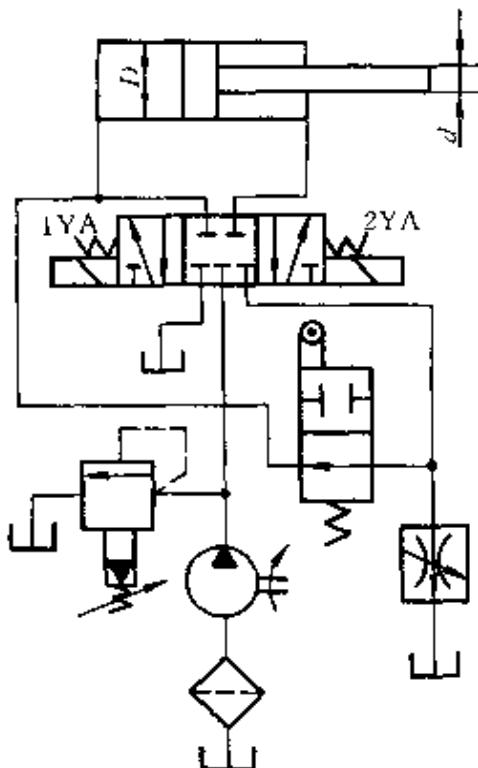

图 7-50 出口节流调速回路
**例 16** 在图 7-50 中，已知缸筒直径  $D=70\text{mm}$ ，活塞杆直径  $d=50\text{mm}$ ，工作负载  $F=15\text{kN}$ ，一切摩擦力忽略不计。快速运动速度  $v_1=5\text{m/min}$ ，工进速度  $v_2=0.05\text{m/min}$ ，调速阀压差  $\Delta p=0.3\text{MPa}$ ，系统总的压力损失  $\Sigma \Delta p=0.5\text{MPa}$ ，试标明其工作循环、电磁铁、行程阀动作顺序表，计算并选择系统所需元件型号；指明该回路是由哪些基本回路组成的。